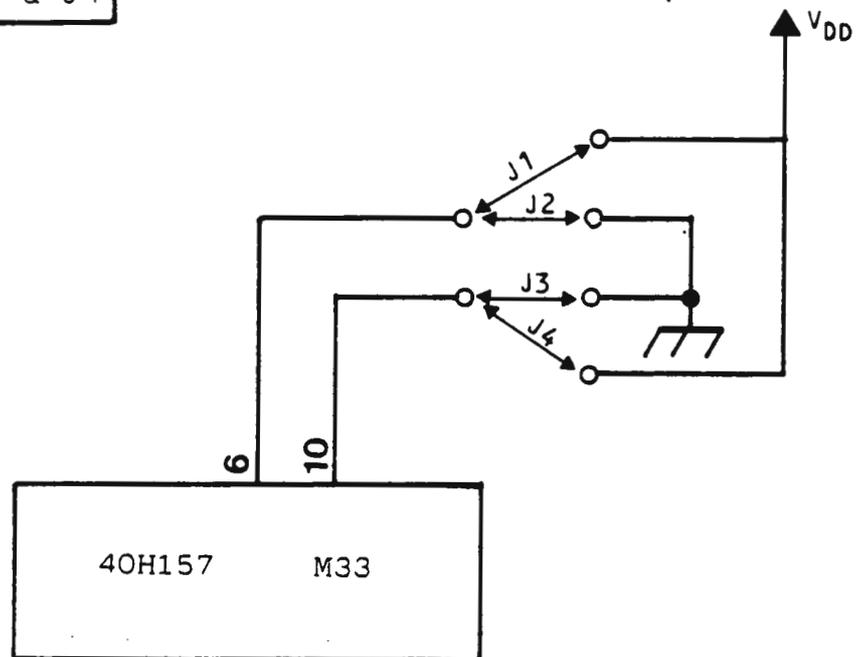

Abbildung 5-19 Brücken für Nationale-Version
2. Die Brücken laut Abbildung 5-19 montieren.